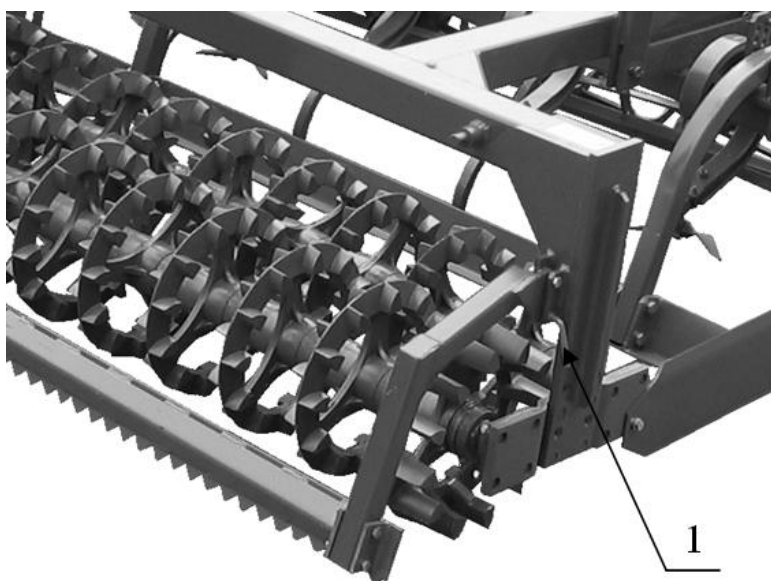

Рисунок 15 Блокировка зубчатого полоза
- вынуть блокирующие чеки зубчатого полоза *Рисунок 15 поз.1* (ATLAS 4,5м÷10,0м). Во время работы агрегата зубчатый полз должен свободно отклоняться.